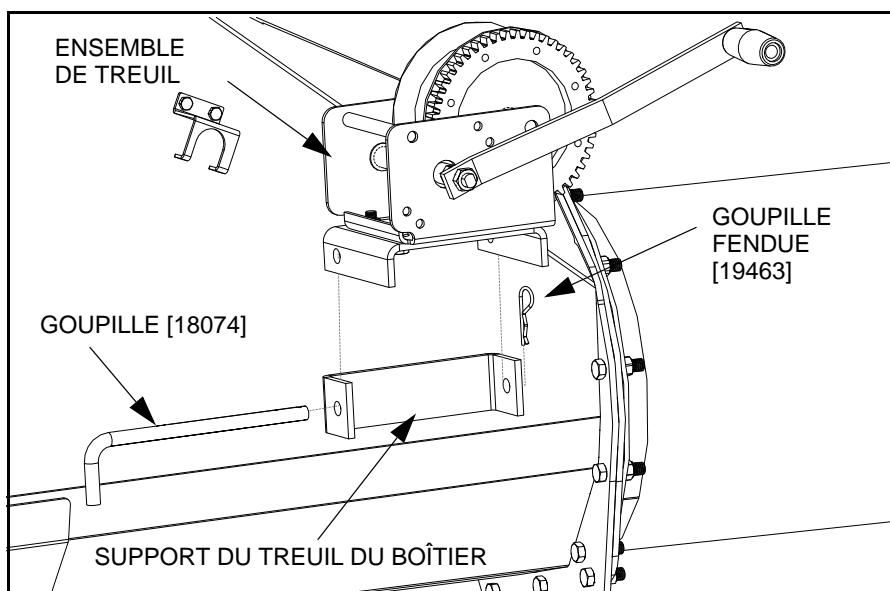

Figure 3.42 Installation du treuil manuel au boîtier
4. Installer le treuil et l'ensemble de support du treuil sur le boîtier de la tarière (côté opposé au fonctionnement de la trémie) à l'aide d'une goupille de montage et d'une goupille fendue (Figure 3.42).